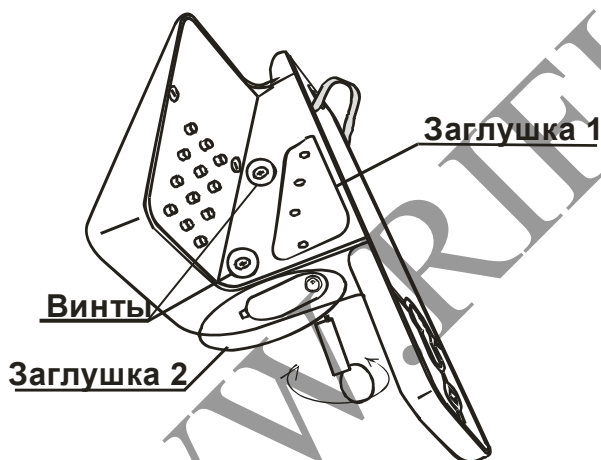

Рис. 1
- установить заглушку 2 в левую ручку и зафиксировать её в соответствии с (рис. 1)